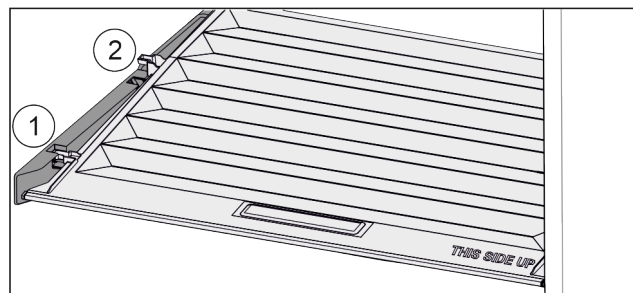

Fig. 43
- Træk dækslet fremad til åbning i holdedelene Fig. 43 (1).
- Løft nedefra og bevæg det opad og ud Fig. 43 (2).